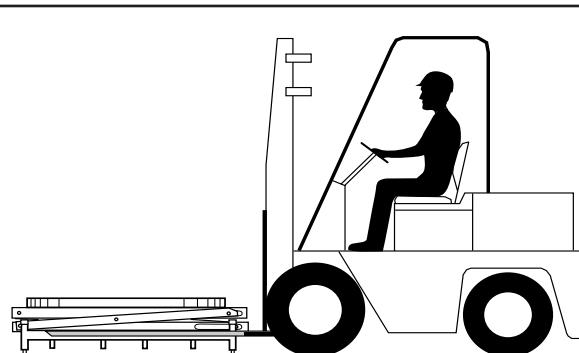

Bild 7. Förflyttning av PL 2002
2. För in gafflarna i underredets kanaler. Se bild 7.